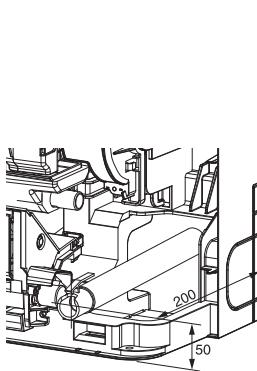

Fig. 4
- Lors de l'acheminement de la tuyauterie de vidange, veillez à acheminer le flexible de vidange (1) comme indiqué. (Fig. 4)